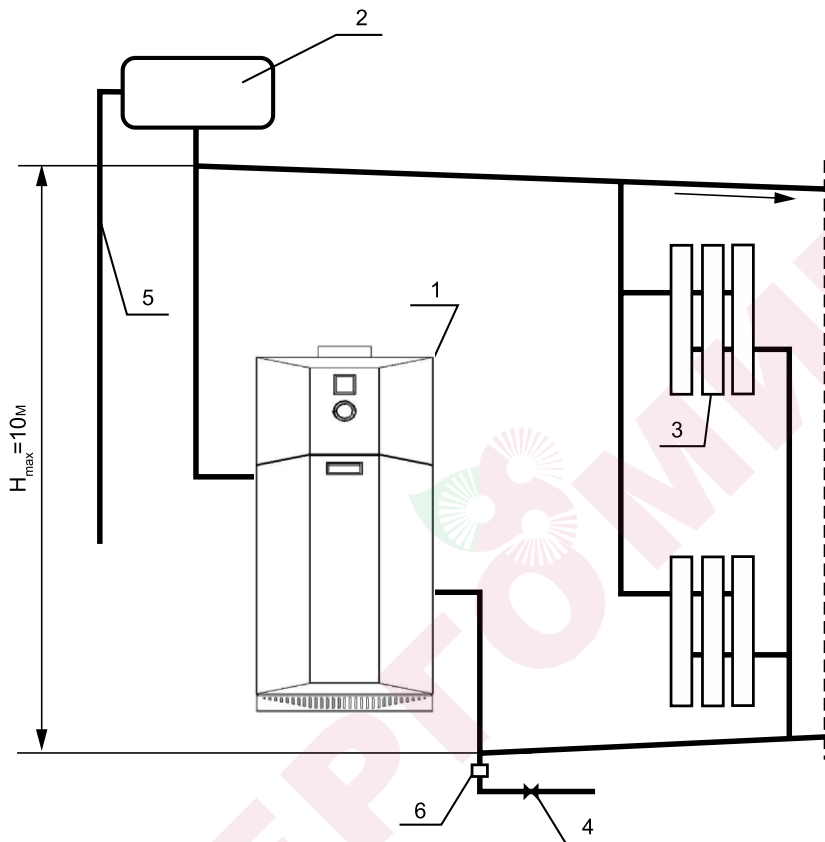

Рис. 2.
- 6.7. Расширительный бачок устанавливается в верхней точке главного стояка, желателно в отапливаемом помещении. Запрещается устанавливать вентиль на сигнальной трубе (см. рис. 2, 3).